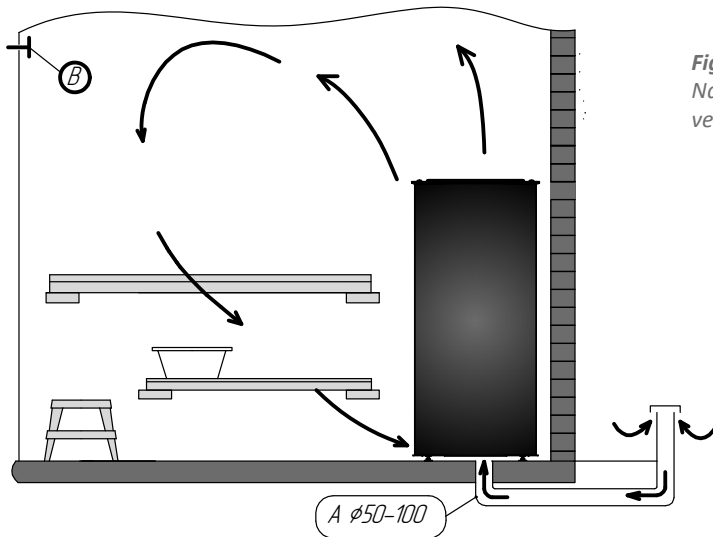

Figure 1.
1) Natural ventilation (Fig. 1):